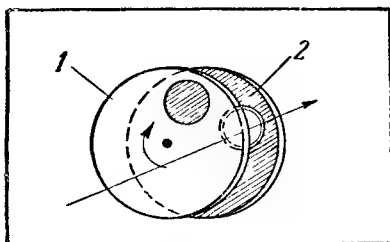

Рис. 2
Практически вместо подвижной задвижки, употребляются два диска с одним или несколькими отверстиями (рис. 2). Один из дисков (1) неподвижен, а второй (2) вращается, или же оба вращаются в разные стороны. Наблюдатель видит объект в тот момент, когда отверстия совпадают.